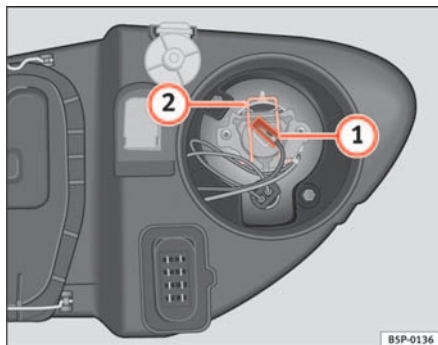

Abb. 160 Fernlicht
- Ziehen Sie den Stecker ⇒ Abb. 160 ① von der Lampe ab.
- Die Haltefeder ⇒ Abb. 160 ② durch Eindrücken und Rechtsdrehung abnehmen.